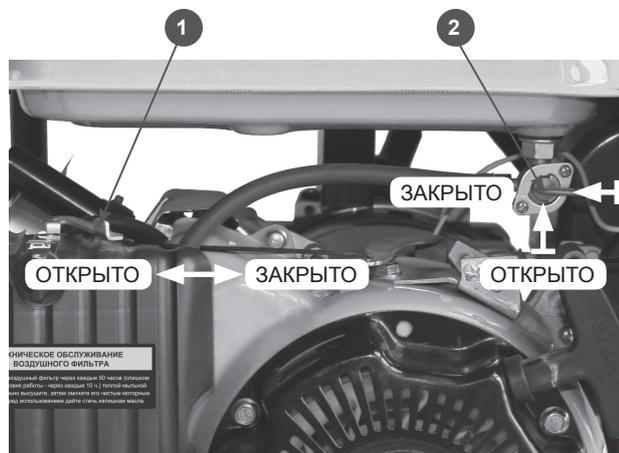

Рис.7
4. Закройте воздушную заслонку карбюратора(1) Рис.7. Рычаг воздушной заслонки передвиньте вправо до упора.
5. Откройте топливный кран(2) Рис 7. Рычаг крана поверните по часовой стрелке вниз до упора.